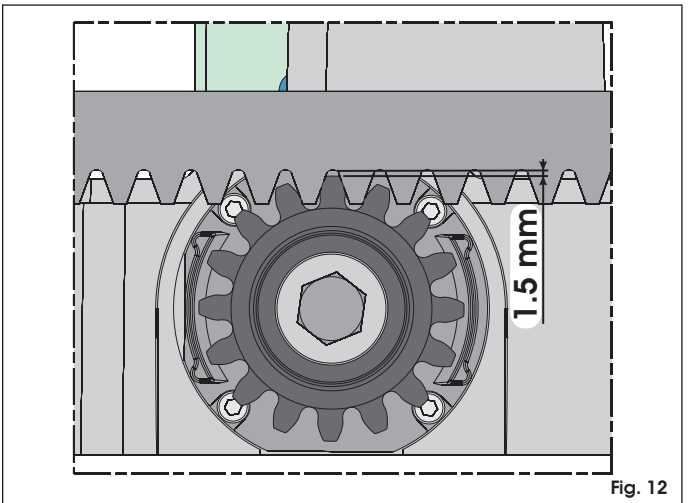

Fig. 12
**⚠ Nel caso di cancello di nuova costruzione verificare tale gioco (fig. 12) dopo alcuni mesi dall'installazione.**